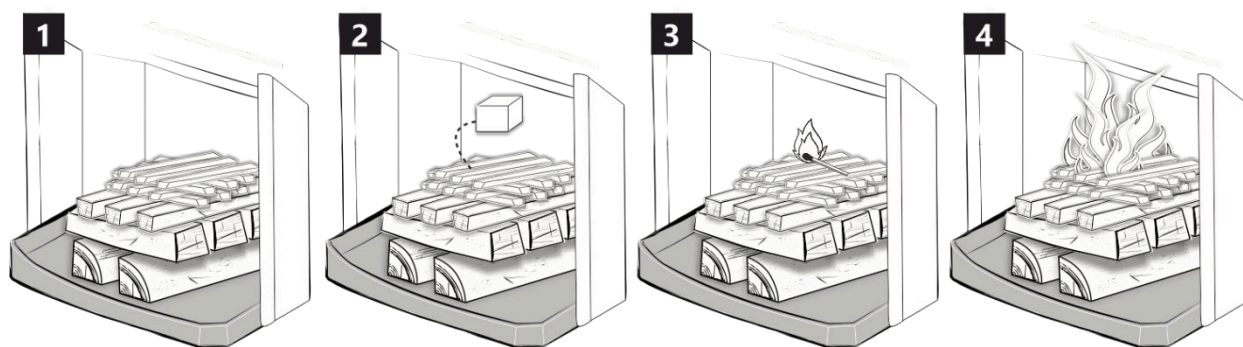

Fig. 3 – Chargement pour la première mise en chauffe
- Selon la Fig 3 empilez le bois + l'allume-feu sur le dessus entre les copeaux (bâtons d'allumage, alcool à brûler, ...), allumez le bois et fermez la porte.